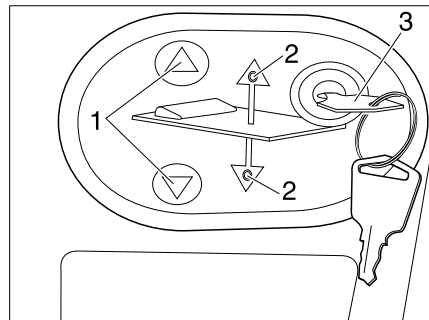

Fig. 169 Panneau de commande pour le lit escamotable électrique
- Insérer la clé (Fig. 169,3) dans le panneau de commande (Fig. 169,2).
- Appuyer sur la touche ▼ ou ▲ (Fig. 169,1) et la maintenir enfoncée. La DEL respective (Fig. 169,2) s'allume et le lit escamotable s'abaisse ou se lève.
- Lorsque la position désirée est atteinte, relâcher la touche ▼ ou ▲ (Fig. 169,1). La DEL respective (Fig. 169,2) s'éteint.
- Retirer la clé (Fig. 169,3).